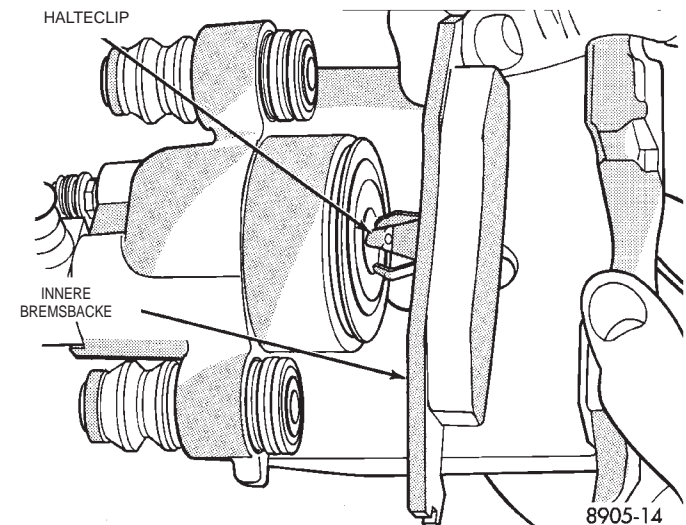

Abb. 48 Ein- und Ausbau der inneren Bremsbacke
(8) Innere Bremsbacke vom Kolben wegziehen, bis sich der Halteclip aus der Vertiefung im Kolben gelöst hat (Abb. 48).
(5) Die neue innere Bremsbacke mit den Daumen kräftig in die Kolbenbohrung drücken und dadurch am Bremssattelkolben installieren. Dabei darauf achten, dass die innere Bremsbacke plan an der Stirnseite des Bremssattelkolbens anliegt (Abb. 48).